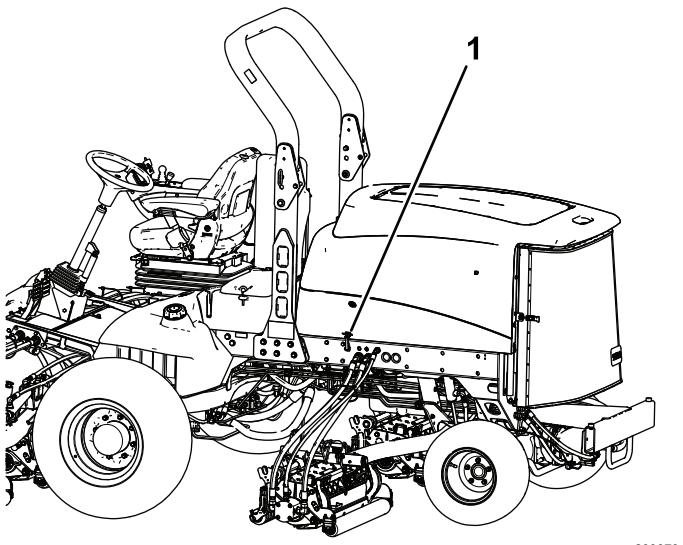

Figure 4
1. Décrochez le loquet de capot de son support (Figure 4).